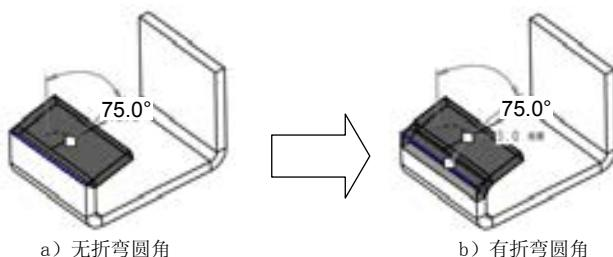

图 11.2.8 定义折弯
Step6. 定义折弯半径。确认 按钮（在附着边上使用或取消折弯半径）被按下，然后在后面的文本框中输入折弯半径值 3.0；折弯半径所在侧为 （内侧，即标注折弯的内侧曲面的半径），此时模型如图 11.2.8 所示。